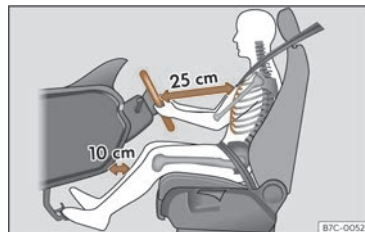

Fig. 13 A separación correcta entre o condutor e o volante debe ser de polo menos 25 cm (10 polgadas).
- Axuste o volante para que estea a unha distancia de polo menos 25 cm (10 polgadas) do esterno >>> **fig. 13** e o poida suxeitar con ámbalas dúas mans polos lados, pola parte exterior, cos brazos lixeiramente flexionados.